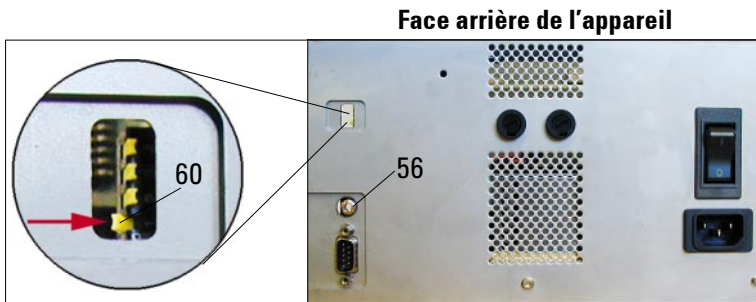

Fig. 27
À cet effet, basculer à droite le plus bas des quatre interrupteurs DIL (60) situés sur la face arrière (voir la flèche de la fig. 27).